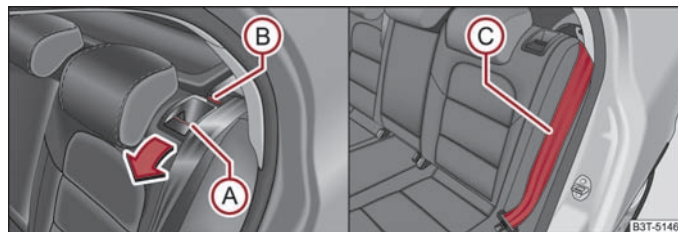

Abb. 74 Sitzlehne entriegeln / Sitzlehne verriegeln
- Durch Drücken des Entriegelungsgriffs (A) ⇒ Abb. 74 entriegeln Sie die Sitzlehne und klappen diese nach vorn.
- Legen Sie den hinteren seitlichen Sicherheitsgurt (C) ⇒ Abb. 74 hinter die Kante der Seitenverkleidung.
- Vergewissern Sie sich, dass der rote Stift (B) nicht zu sehen ist.